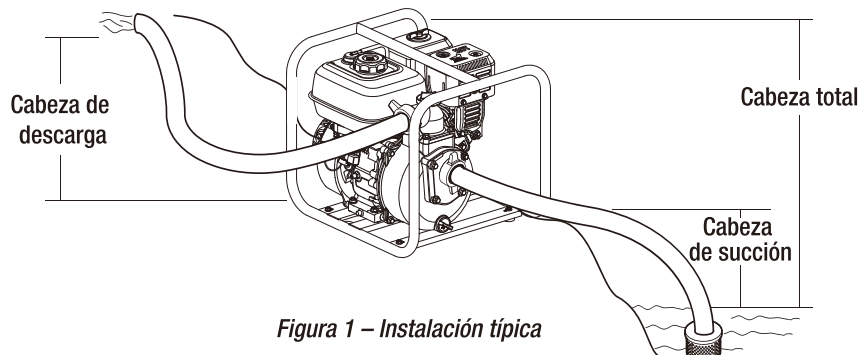

Figura 1 – Instalación típica
1. Coloque la unidad lo más cerca posible de la fuente de agua para minimizar el levantamiento de succión, obtener el mejor desempeño de bombeo y ayudar en el cebado. En la Figura 1 se muestra una instalación portátil típica.